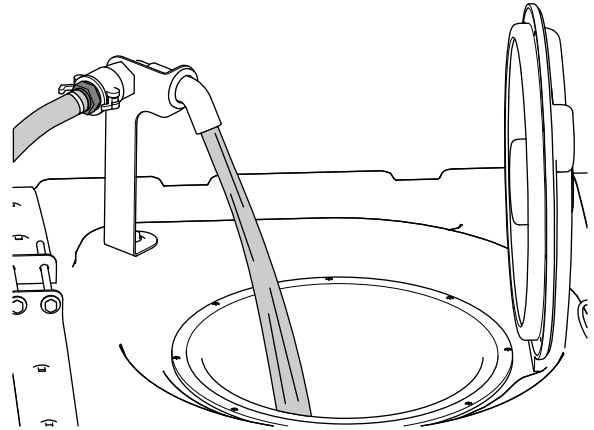

Figura 32
5. Añada $\frac{3}{4}$ de la cantidad de agua necesaria al depósito de fumigación (Figura 32).